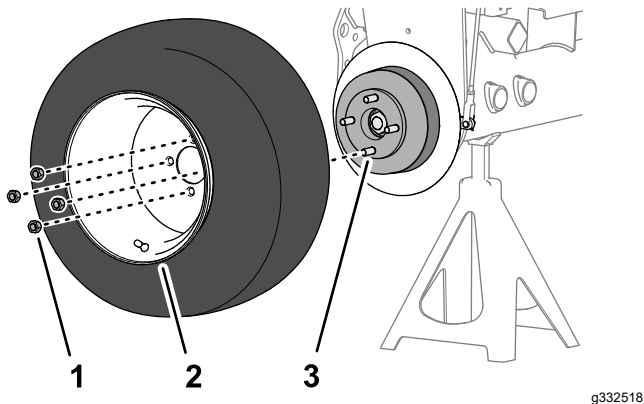

図 74
1. ラグナット4個でホイールをハブに取り付け 図 74、ラグナットを手締めする。